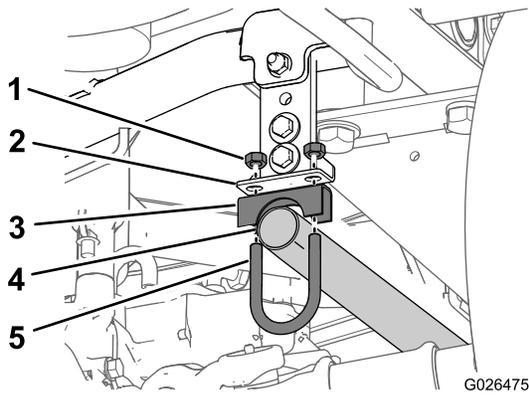

图11
3. 在排气管的开口端，将 U 形螺栓 (1-1/4 英寸)、鞍形支架 (31.75mm) 和 2 个螺母宽松地安装到排气管和排气管支架上，以支撑排气管（图11）。
4. 将 U 形螺栓 (1-1/4 英寸)、鞍形支架 (31.75mm) 和 2 个螺母安装到排气管和 Y 形管的接头处 (图11)。
注意: 不要拧紧排气管支架上的消声器夹 (图11)。